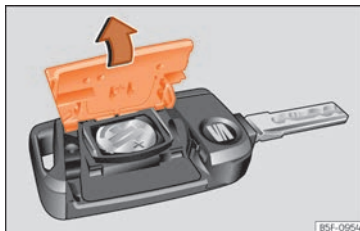

Abb. 84 Fahrzeugschlüssel: Deckel des Batteriefachs öffnen.
- Abdeckung auf der Rückseite des Fahrzeugschlüssels »» **Abb. 84** in Pfeilrichtung abnehmen »» ❶.
- Abdeckung wie gezeigt ansetzen »» **Abb. 84** und entgegen der Pfeilrichtung auf das Fahrzeugschlüsselgehäuse drücken, bis sie einrastet.